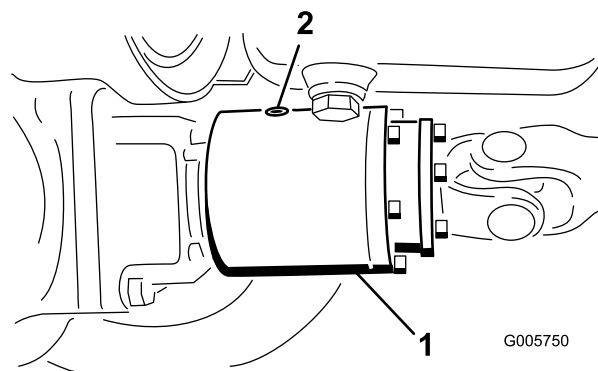

Figura 56
3. Rode a embraiagem de forma que o tampão de verificação fique virado para baixo (Figura 56).